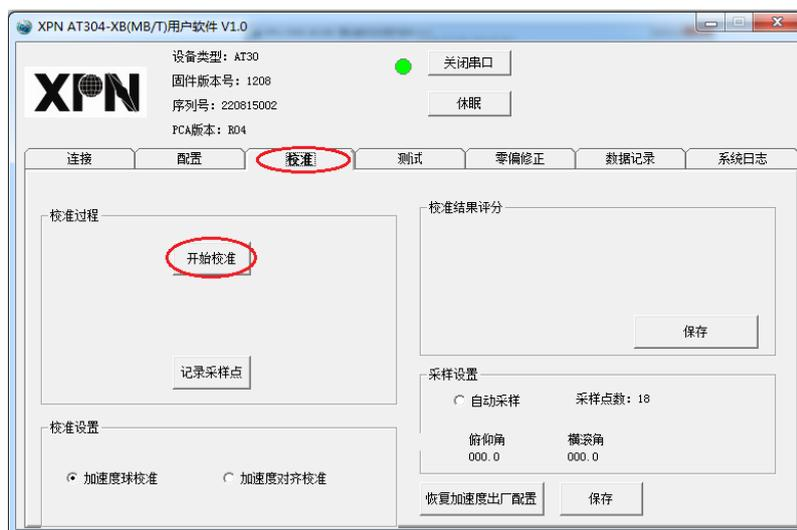

图 6-1-2
(2) 切换至“校准”页面。
(3) 点击“开始校准”按钮开始校准，见图 6-1-2。成功后按钮下方会显示数字 1，表示将要采集第 1 个校准数据。